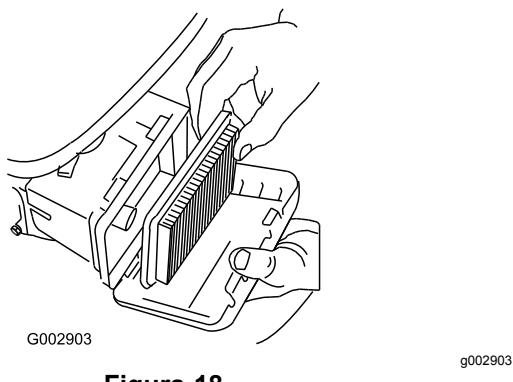

Figura 18
- Retire el filtro de aire (Figura 18).